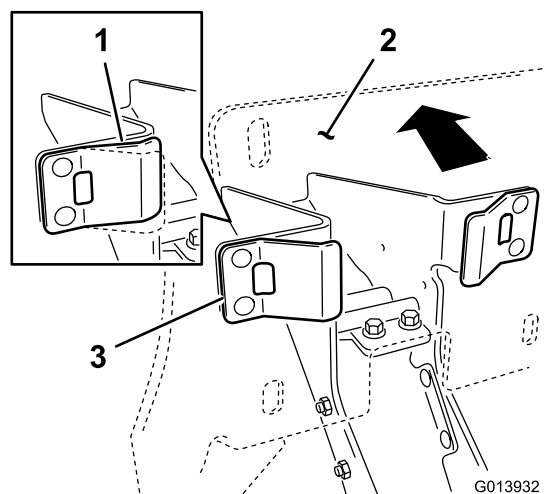

Рисунок 11
4. Убедившись в том, что пластмассовые упоры вошли в контакт с пружинными выступами, приложите достаточное усилие к узлу опорной пластины люльки, чтобы сжать пружинные выступы наполовину их хода (Рисунок 11).